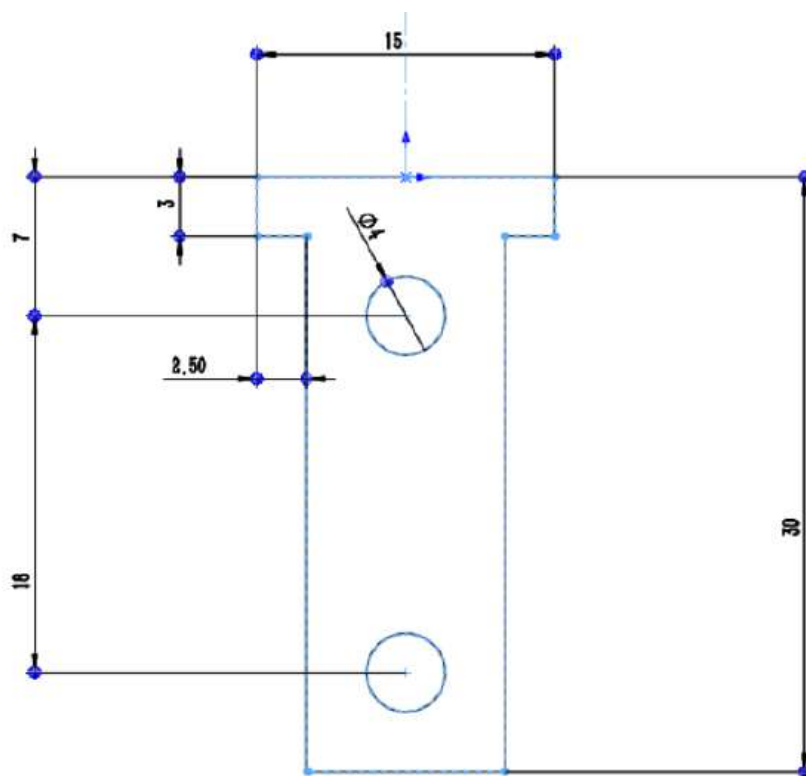

图 5-1 (此板厚 1.5)
1.在小车底板的绘制中，我们已经学会了圆形和矩形的绘制。下面我将马达固定板的尺寸(图 5-1)给同学们，大家可以自己尝试绘制。如果无法自己完成，请看后续步骤。